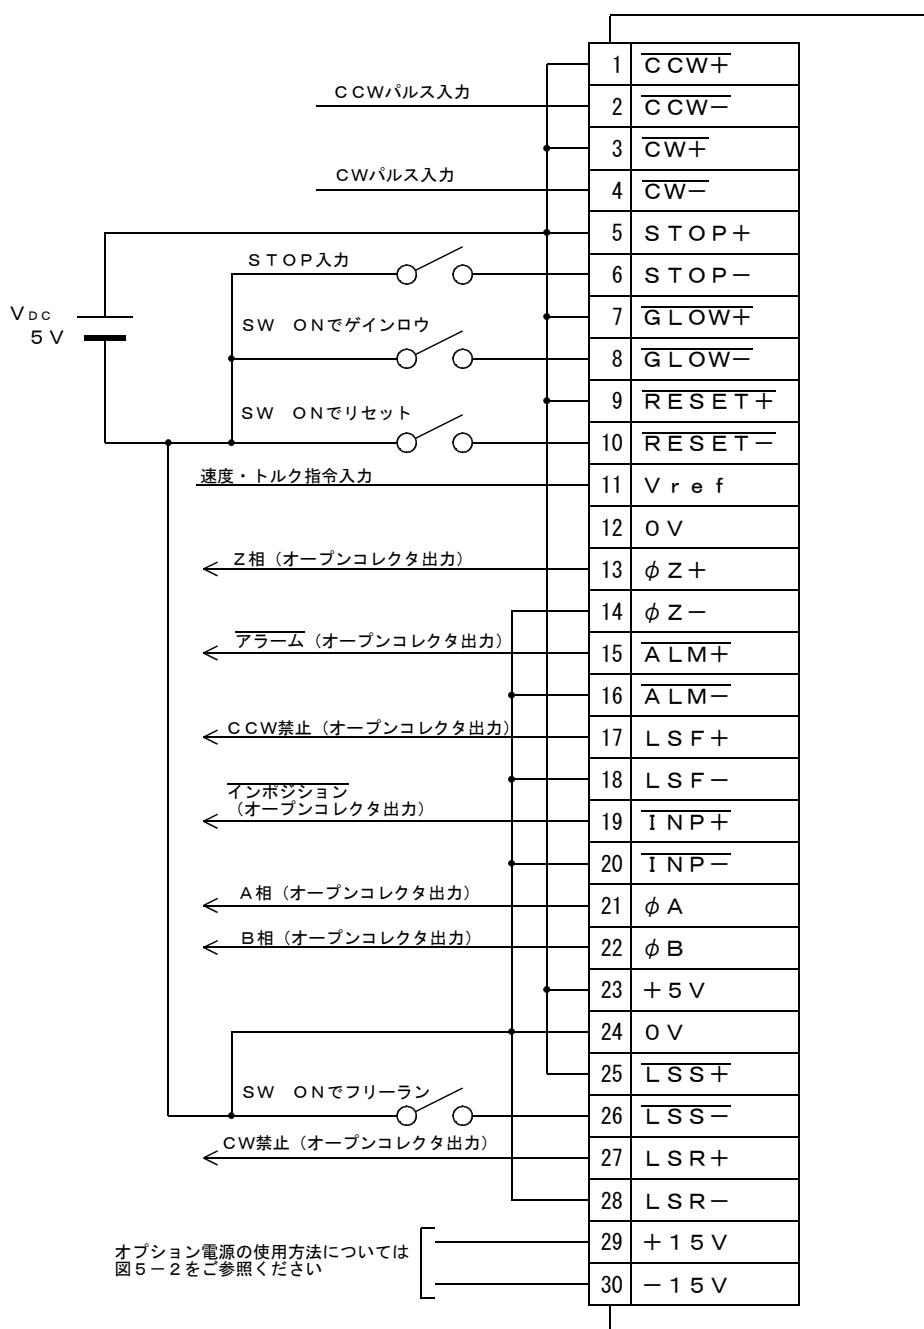

図5-1 コネクタCN4の配線例
- (1) 図5-1 “コネクタCN4の配線例”、図5-2 “オプション電源の使用方法”を参考に配線してください。
- (2) 信号入力用のDC 5Vの外部制御電源はお客様にてご準備ください。
- (3) 電力線(CN1, CN2)との配線はできるだけ離してください。同一のダクトに通したり、一緒に結束しないでください。誤動作の原因になります。
- (4) 制御出力の各端子には電流制限抵抗が入っておりません。DC 50V、10mA以上を印加しないでください。また、逆極性に電圧を印加しないでください。ドライバを破損することがあります。